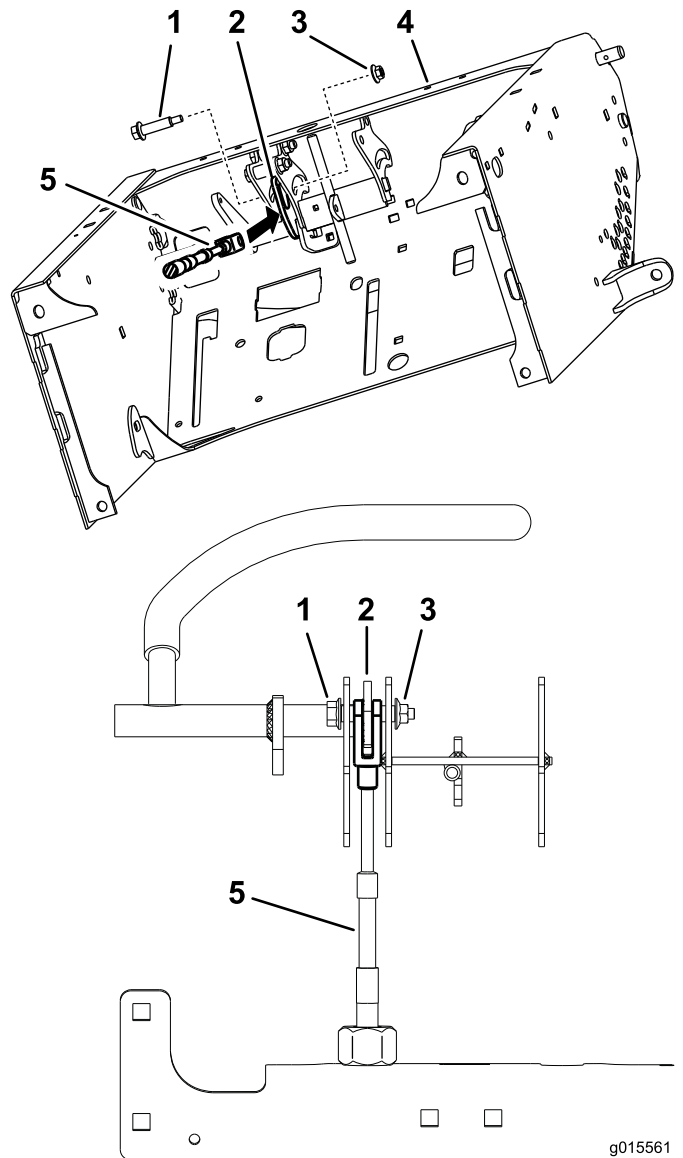

Figura 14
11. Conecte la horquilla al soporte de control de movimiento con el perno de cuello largo y la contratuerca (1/4 pulgada) nuevos. Repita en el otro lado (Figura 14).